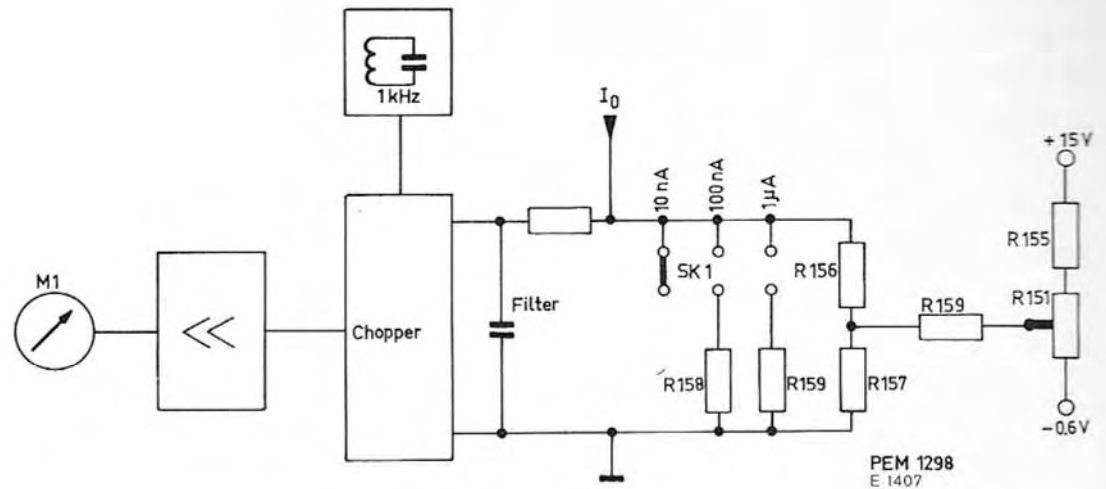

Fig. 17. Schéma de principe du nA-mètre électronique
4. nA-mètre électronique (fig. 17)